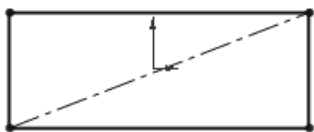
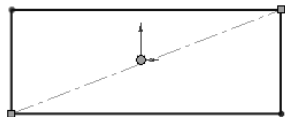
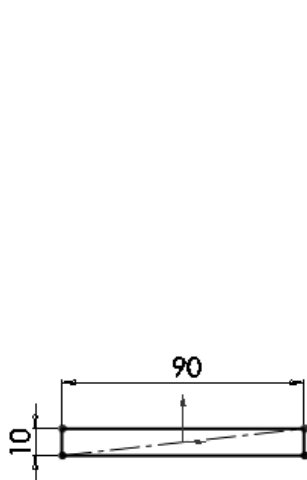

图 10-193 绘制草图
图 10-194 添加“中点”约束
图 10-195 标注智能尺寸
① 建立新文件。单击“标准”工具栏中的 (新建) 按钮, 或选择“文件”→“新建”菜单命令, 在弹出的“新建 SOLIDWORKS 文件”对话框中单击 (零件) 按钮, 然后单击“确定”按钮, 创建一个新的零件文件。
② 绘制草图。在左侧的 FeatureMannger 设计树中选择“前视基准面”作为绘图基准面, 然后单击“草图”控制面板中的 (边角矩形) 按钮, 绘制一个矩形。单击“草图”控制面板中的 (中心线) 按钮, 绘制矩形的一条对角线, 如图 10-193 所示。单击“草图”控制面板中的 (添加几何关系) 按钮, 添加矩形对角线与原点的“中点”约束, 如图 10-194 所示。标注矩形的智能尺寸, 如图 10-195 所示。